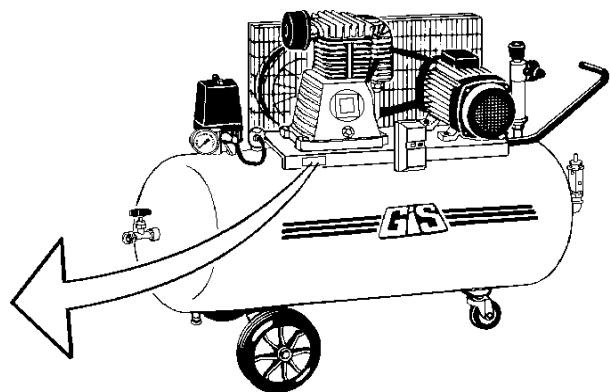

Fig. 1-1
L'elettrocompressore è identificato da una targhetta posta sulla fiancata della lamiera porta motore (fig. 1-1).
Der Elektrokompressor ist mit einem Schild, welches auf der Seite des Halterungsbleches des Motors sitzt, versehen. (Bild 1-1).
L'électrocompresseur est identifié par une plaquette située sur le côté en tôle de la porte du moteur (fig. 1-1).
El electrocompresor se identifica por una plaquita situada en el lado en lamera del puertamotor (fig. 1-1).
The electrocompressor is identified through a label attached on the side of the motor-holding plate. (fig. 1-1).
Maskinens identifikasjonsplate er plassert på motorbraketten. (fig. 1-1).
- 1 modello compressore e tipo (rilevabile dalla targhetta di fig. 1-1)
- 2 numero di matricola (rilevabile dalla targhetta di fig. 1-1)
- 3 tensione e frequenza dell'elettrocompressore (rilevabile dalla targhetta di fig. 1-1)
- 1 Kompressor Modell und Typ (sichtbar auf dem Schild von Bild 1-1)
- 2 Immatrulationsnummer (sichtbar auf dem Schild von Bild 1-1)
- 3 Stromstärke und Frequenz des Elektrokompessors (sichtbar auf dem Schild von Bild 1-1)
- 1 modèle du compresseur et type (lisible sur la plaquette de fig. 1-1)
- 2 numéro de série (lisible sur la plaquette de fig. 1-1)
- 3 voltage et fréquence de l'électrocompresseur (lisible sur la plaquette de fig. 1-1)
- 1 modelo del compresor y tipo (se puede leer en la plaquita de fig. 1-1)
- 2 número de serie (se puede leer en la plaquita de fig. 1-1)
- 3 voltaje y frecuencia del electrocompresor (se puede leer en la plaquita de fig. 1-1)
- 1 type and model of the compressor (it can be read on the plate of fig. 1-1)
- 2 serial number (it can be read on the plate of fig. 1-1)
- 3 voltage and frequency of the electrocompressor (it can be read on the plate of fig. 1-1)
- 1 Model og type (se id.merke fig. 1-1)
- 2 Serienummer (se id.merke fig. 1-1)
- 3 Volt og frekvens (hz) (se id.merke fig. 1-1)